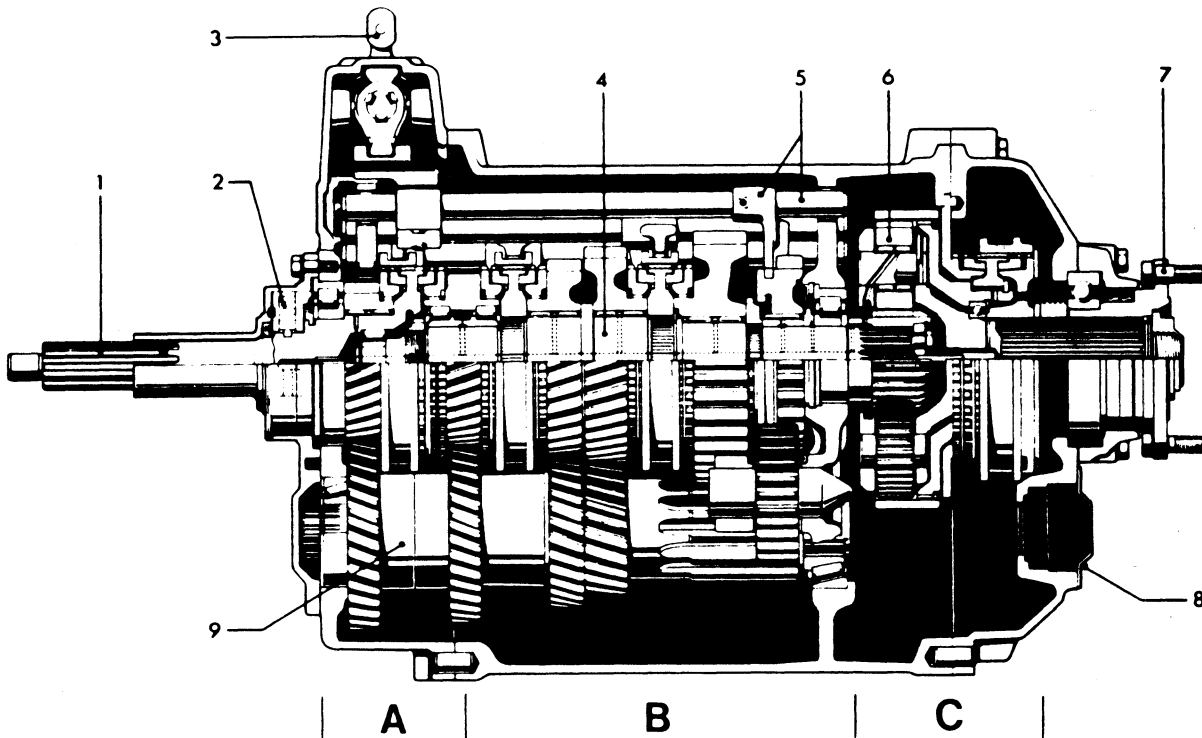

Fig. 1
1. Een volledig gesynchroniseerde 4-versnellingsbak met een niet-gesynchroniseerde achteruitversnelling. (Zie B, Fig. 1).
2. Een na-schakelbak, welke als planetair stelsel is uitgevoerd en eveneens is gesynchroniseerd. (Zie C, Fig. 1). De na-schakelbak, die we voortaan „range-bak” noemen, verdubbelt het aantal versnellingen van de 4-versnellingsbak.
3. Een geïntegreerde voorschakelbak, die we voortaan „splitterbak” noemen. (Zie A, Fig. 1). De splitterbak maakt het mogelijk om de stap tussen elke versnelling te halveren. D.w.z. dat elke versnelling in een langzame en een snelle overbrenging wordt onderverdeeld. Daardoor wordt het totale reductiebereik in 16 fijne schakelstappen opgedeeld, welke na elkaar zijn te schakelen.